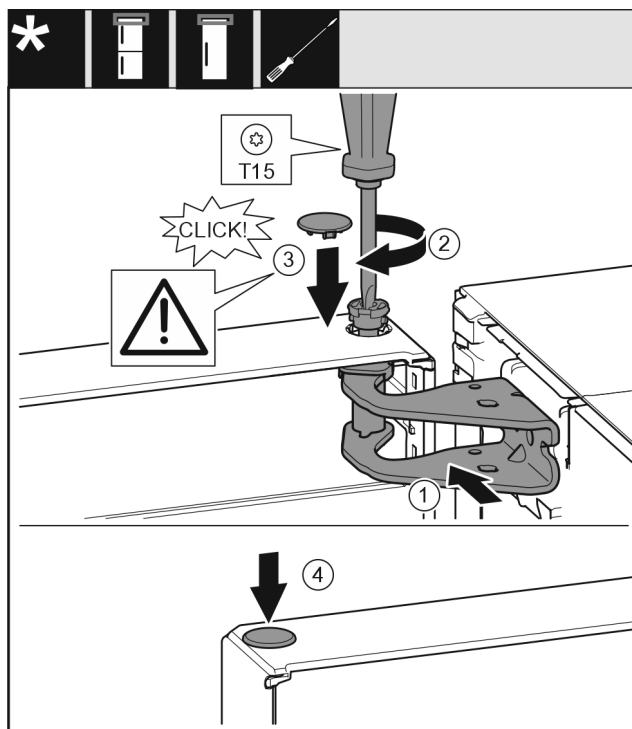

Fig. 15
- ▶ Tür oben zur Öffnung im Lagerbock ausrichten. Fig. 15 (1)
- ▶ Bolzen einsetzen und mit Schraubendreher T15 festschrauben. Fig. 15 (2)
- ▶ Sicherungsabdeckung zur Sicherung der Tür montieren: Sicherungsabdeckung einsetzen und Kontrollieren ob sie auf der Tür aufliegt. Ansonsten Bolzen vollständig einsetzen. Fig. 15 (3)
- ▶ Stopfen einsetzen. Fig. 15 (4)